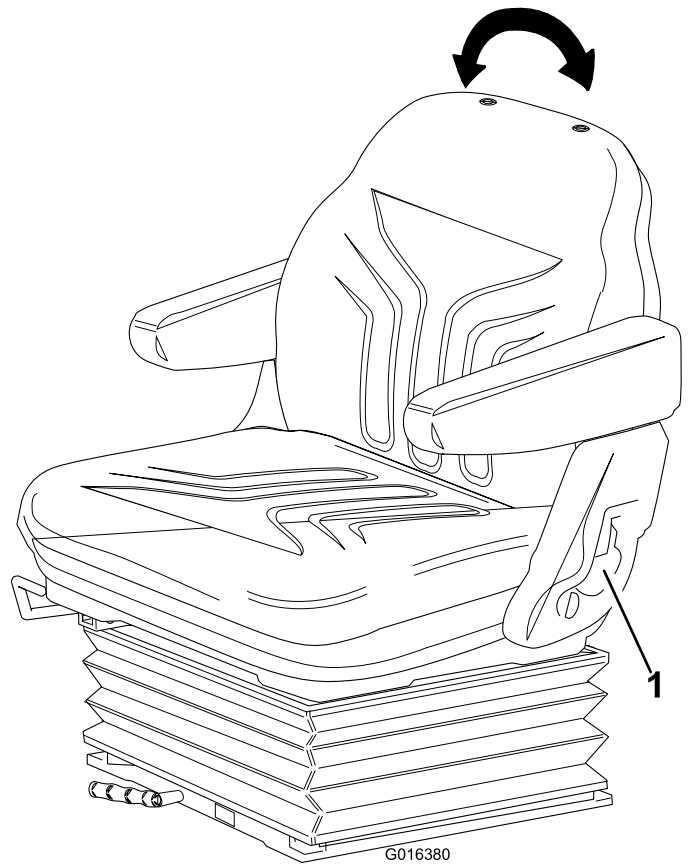

Figura 25
- **Ajuste del respaldo:** Tire de la palanca hacia fuera para ajustar el ángulo del respaldo del asiento. Suelte la palanca para bloquear el respaldo del asiento en esa posición (Figura 25).